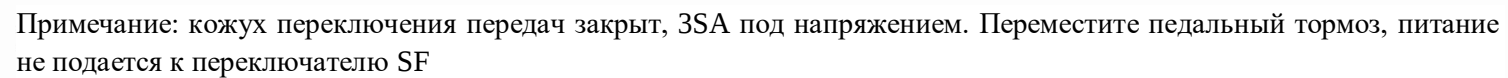

Рис. 13 Электрическая схема 110 В – 220 В, 50 Гц (одна фаза)
2) 110 В – 220 В, 50 Гц. Электрическую схему см. на Рис. 13 и таблицу 9 «Электрические компоненты». Убедитесь, что напряжение и частота соответствуют требуемым для станка. Установите предохранитель 25 А. Рычаг переключателя 12 должен быть в среднем положении, остановите станок и убедитесь, что его невозможно повторно запустить и перейдите к следующему шагу. Переместите рычаг переключателя 12 вверх, шпиндель будет вращаться против часовой стрелки. Переместите рычаг вниз и шпиндель будет вращаться по часовой стрелке. Если это не так, отсоедините электропитание и поменяйте местами любые два провода.